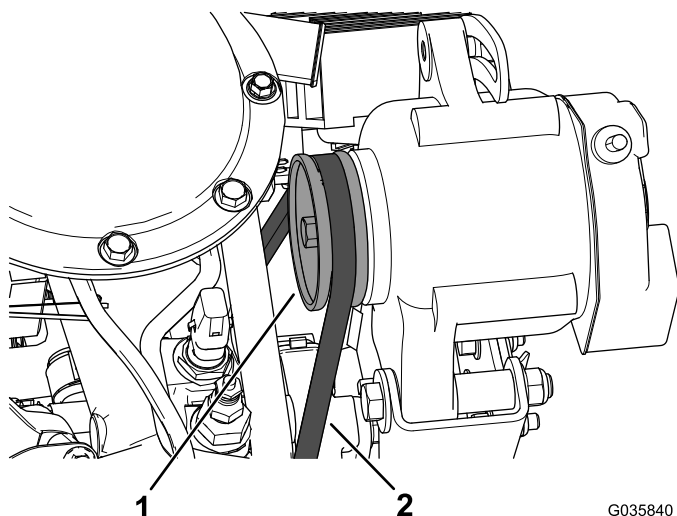

Figura 14
6. Deslize a correia do alternador sobre a polia no alternador (Figura 14).